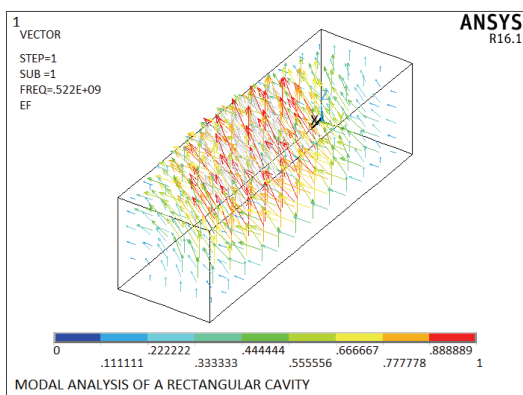

图 4-35 电场矢量显示
4) 选择 Main Menu | General Postproc | Plot Results | Vector Plot | Predefined 命令, 出现 Vector Plot of Predefined Vectors 对话框, 在 Item Vector item to be plotted 列表框中选择 Flux & gradient, Elec field EF, 其余选项采用默认设置, 单击 OK 按钮, ANSYS 显示窗口将显示电场矢量图, 如图 4-35 所示。